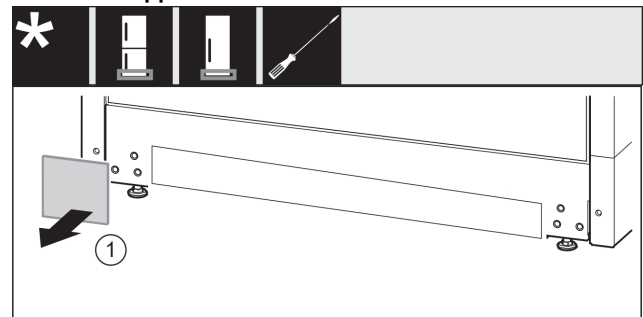

Fig. 16
- Retirer le cache. Fig. 16 (1)